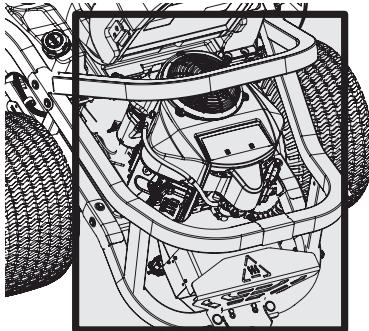

Figure 32
- Maintenez les deux côtés des fentes de refroidissement de la transmission, le collecteur d'échappement, les fusibles, tout le câblage et tous les faisceaux de câbles, le tuyau de silencieux, le bouclier du silencieux, les crépines d'aspiration et les ailettes de refroidissement du moteur, etc. à l'écart des déchets de coupe et des feuilles. Consultez la Figure 32.